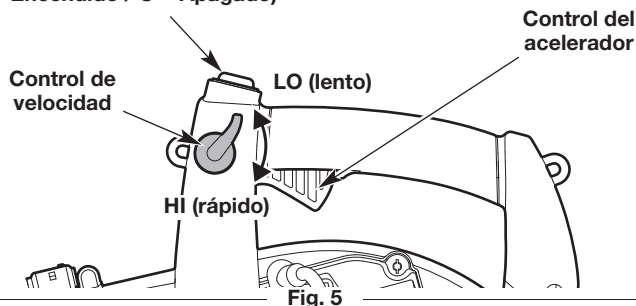

Fig. 5
**NOTA:** No es necesario encender la unidad. El interruptor de encendido/apagado está en la posición **Encendido (I)** en todo momento (Fig. 5).
2. Mueva el control de crucero a la posición **LO (lento)** (Fig. 5).
**NOTA:** Mantenga el control de crucero en posición **LO (lento)** y **NO presione el control del acelerador (Fig. 5)** hasta el paso 7.
7. Apriete y mantenga oprimido el control del acelerador o mueva el control de crucero a la posición **HI (rápido)** (Fig. 5).
2. Oprima y mantenga apretado el interruptor de encendido/apagado en la posición **Apagado (O)** hasta que el motor se pare por completo (Fig. 5).
**NOTA:** No hay necesidad de encender la unidad. El interruptor de Encendido/Apagado debe estar en la posición **Encendido (1)** en todo momento (Fig. 5).
**NOTA:** Mantenga el control de crucero en posición **LO (lento)** y **NO presione el control del acelerador (Fig. 5) hasta el paso 9.**
9. Apriete y mantenga oprimido el control del acelerador o mueva el control de crucero a la posición **HI (rápido)** (Fig. 5).
2. Oprima y no suelte el interruptor de control de encendido/apagado en la posición **Apagado (0)** hasta que el motor se detenga por completo (Fig. 5).
- Use el control de velocidad para facilitar la operación continua (Fig. 5).